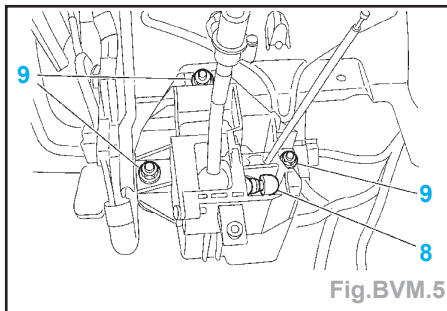

Fig.BVM.5
- Désaccoupler les câbles de commande de vitesses (8) à l'aide d'une clé plate (Fig.BVM.5).